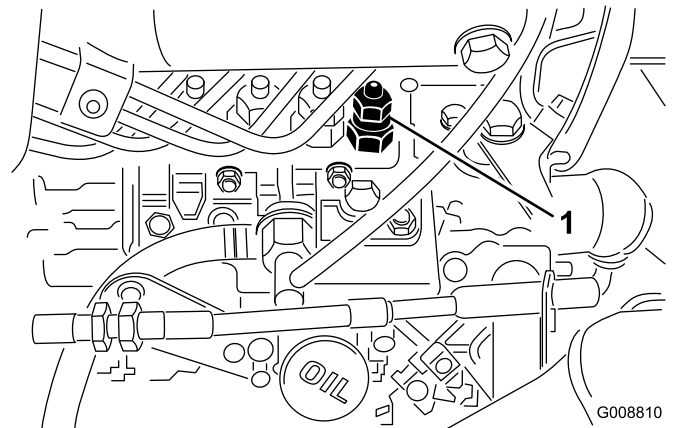

Bild 56
1. Lockern Sie den Rohranschluss an der Einspritzdüse Nr. 1 und am Halter an der Einspritzpumpe (Bild 56).